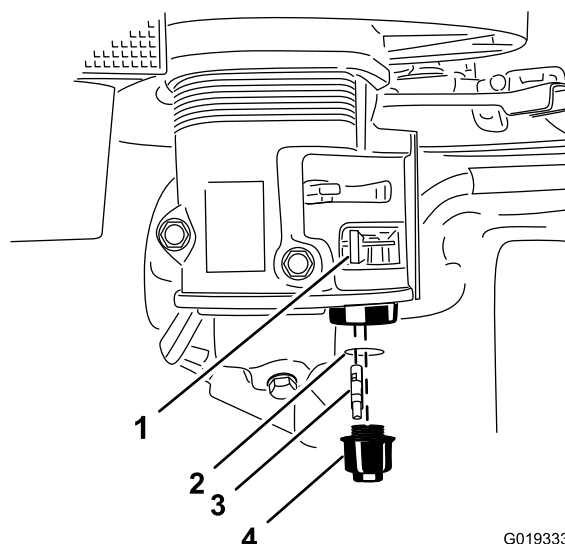

Figura 34
- Mueva la palanca de la válvula de combustible a la posición de Cerrado, totalmente hacia la izquierda (Figura 34).
- Desenrosque la taza de sedimentos (Figura 34).
- Retire el filtro de combustible y la junta tórica (Figura 34).
8. Instale el filtro de combustible en la parte inferior del carburador (Figura 34).